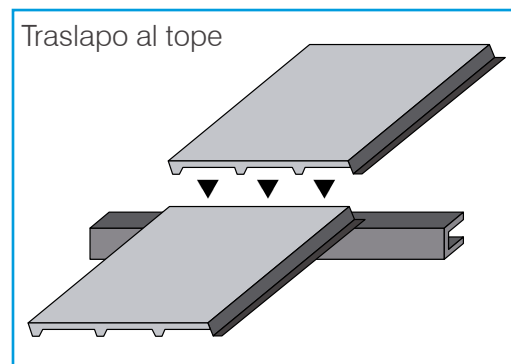

Fig. 15
4.4.10 Una vez puesta la primera franja de paneles se procede al montaje de la segunda franja. Estos deben quedar a tope en el sentido transversal (no hay traslapes), y posteriormente se colocará una cinta de PVC o TPO, soldada, de un ancho mínimo de 20 cms, para cubrir la junta. (fig. 15)